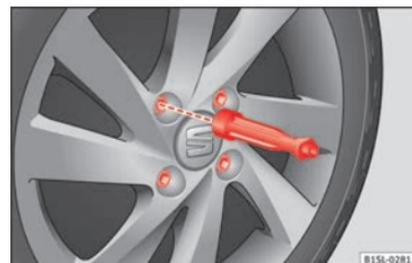

Abb. 57 Radwechsel: Radschrauben mit dem Schraubendrehergriff abschrauben.
- Die gelockerten Radschrauben mit dem Innensechskant im Schraubendrehergriff » Abb. 57 vollständig herausdrehen und auf eine saubere Unterlage ablegen.